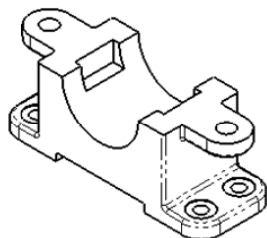

图 4.4.8 带线型显示切边
- 选择下拉菜单 **视图(V)** → **显示(Q)** → **带线型显示切边(E)** 命令,将以其他形式的线型显示所有可见边线,系统默认的线型为“双点画线”,如图 4.4.8 所示。改变线型的方法:选择下拉菜单 **工具(T)** → **选项(O)...** 命令,系统弹出“系统选项(S)-普通”对话框,在 **文档属性(D)** 选项卡中选择 **线型** 选项,在“文档属性(D)-线型”对话框的 **边线类型(T)** 区域中选择 **切边** 选项,在 **样式(S)** 下拉列表中选择切线线型,在 **线粗(H)** 下拉列表中选择切线线粗。